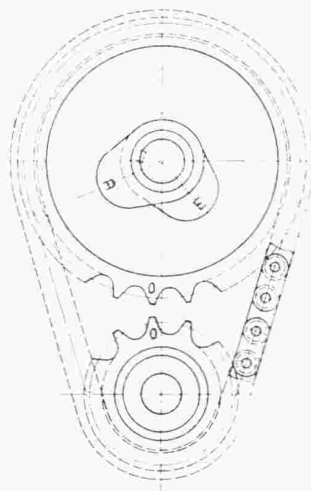

Abb. 23
Doppelfederring E1MB 50 und Distanzring E1MB 32 auf Kurbelachse aufstecken. Beim Aufsetzen der Kette ist darauf zu achten, daß die beiden Markierungen (0) auf den Kettenrädern etwas nach links stehen (Abb. 23).